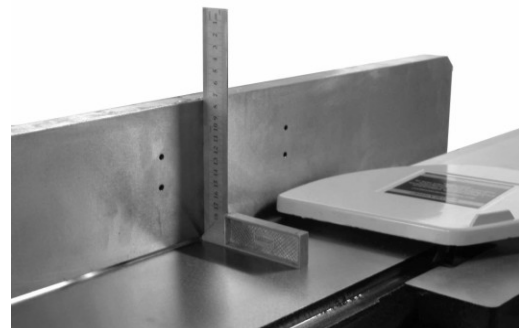

Рис. 11
- Установите направляющую планку к валу и заблокируйте в позиции 90° с помощью фиксирующей ручки (17) угла наклона направляющей планки.
- Установите угольник к направляющей планке и поверхности рабочего стола, Рис. 11. Направляющая планка и рабочий стол должны быть под углом 90° друг к другу. Если нет, ослабьте фиксирующую ручку (17) угла наклона направляющей планки, ослабьте фиксирующую гайку (22) и поверните ограничительный болт (21), чтобы получился прямой угол. Закрепите в этом положении, затянув фиксирующую гайку (20).